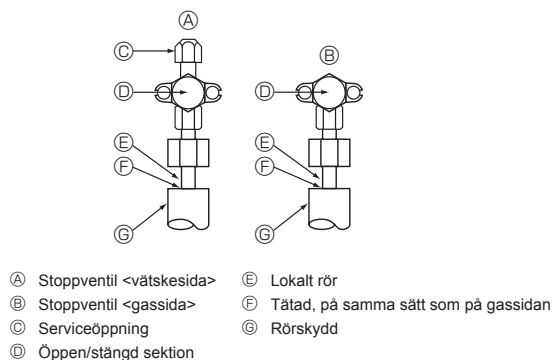

Fig. 4-4
4.4. Provmetod för att kontrollera om köldmedelsrören är lufttåta (Fig. 4-4)